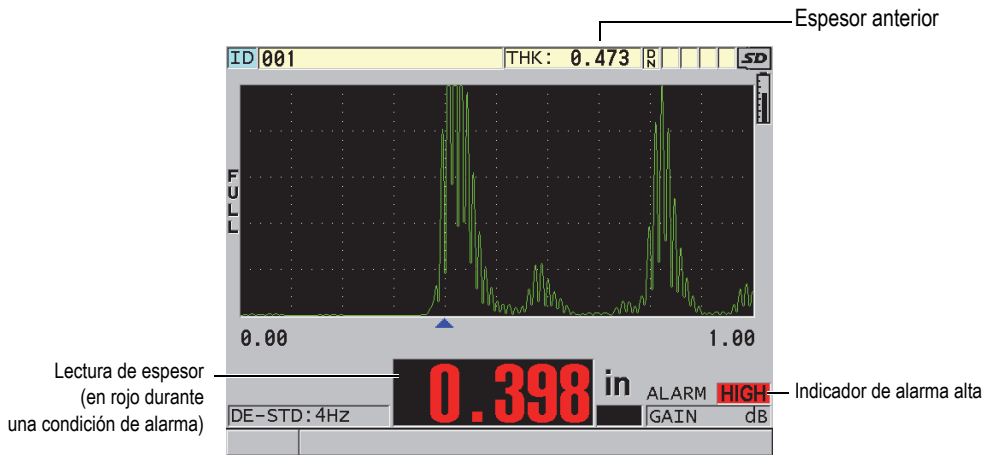

Figura 8-4 Ejemplo del indicador de alarma ALTA
- El indicador de alarma **ALTA** (HIGH) o **BAJA** (LOW) parpadea sobre un fondo rojo en la esquina inferior derecha de la pantalla de medición (ver Figura 8-4 en la página 143).